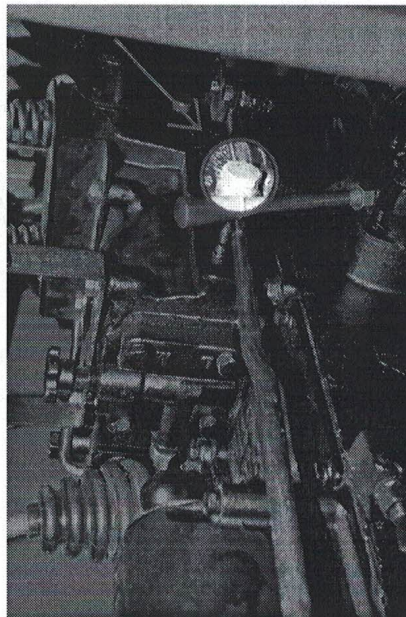

Рис. 5
1. Открутить штуцер на гидравлическом распределителе, расположенный справа, возле рычага включения ВОМа (Рис. 5) и слить масло. Закрутить штуцер обратно.